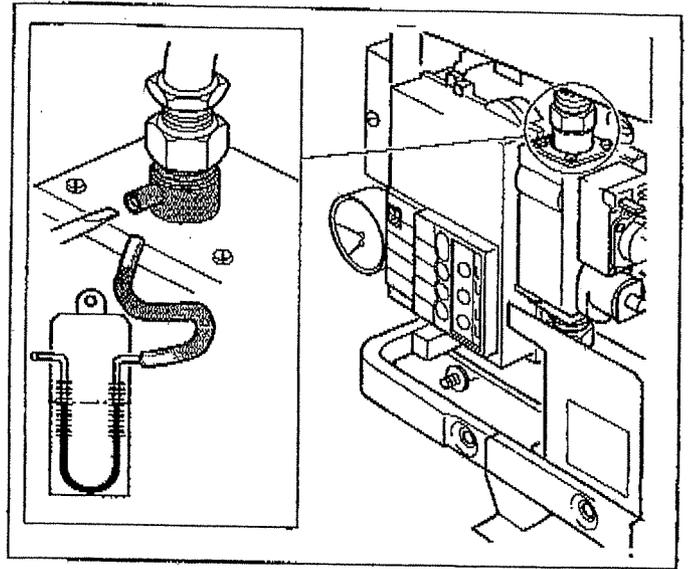

Fig. 38 Nipples di misura per la pressione del bruciatore
- ◆ Aprire di due giri il tappo a vite del nipples di misura (Fig. 38, punto 1).
- ◆ Togliere il coperchio del 2° livello di servizio (Fig. 38, punto 2).